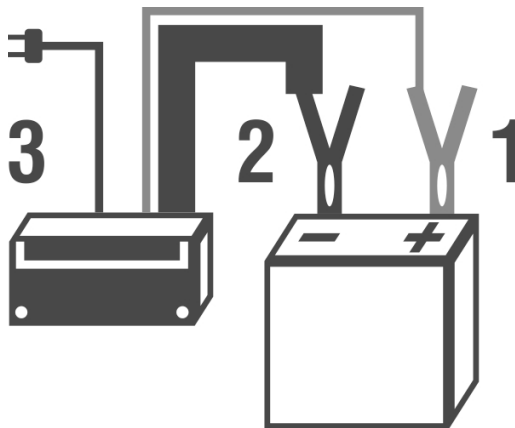

Fig. 3 – Secuencia para conectar el cargador en la batería
1 - Conecte la garra roja del cargador en el polo positivo de la batería (posición 1 de la Fig. 3);
2 - Conecte la garra negra del cargador en el polo negativo de la batería (posición 2 de la Fig. 3);
- 10 - Desconecte la garra negra del polo negativo de la batería (posición 2, Fig. 3);
- 11 - Desconecte la garra roja del polo positivo de la batería (posición 1, Fig. 3);
3 - Conecte el enchufe del cargador en la toma (posición 3 de la Fig. 3);